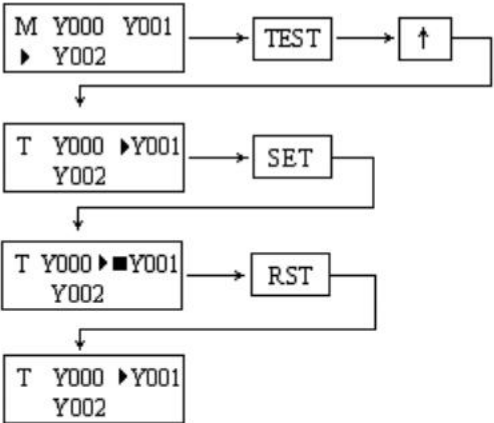

图8 程序测试过程
b. Y0、Y1 和 Y2 在屏幕上显示后，接通或关断 Y1，利用 “T” 测试功能，如图 8 所示。